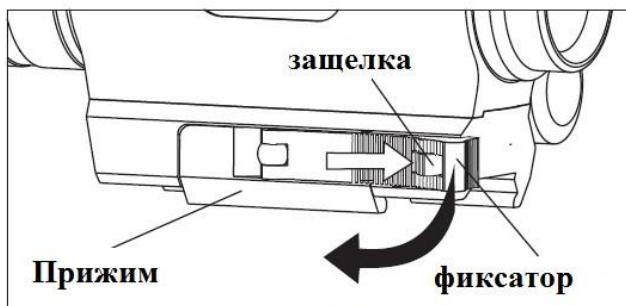

рис.3
- Наш патентованный быстроустанавливаемый кронштейн не требует дополнительных инструментов для установки. Сдвиньте защелку, ослабьте фиксатор прижима, установите прицел на планку, нажмите на фиксатор, защелка автоматически закроется. Установка завершена (см. Рис.3).